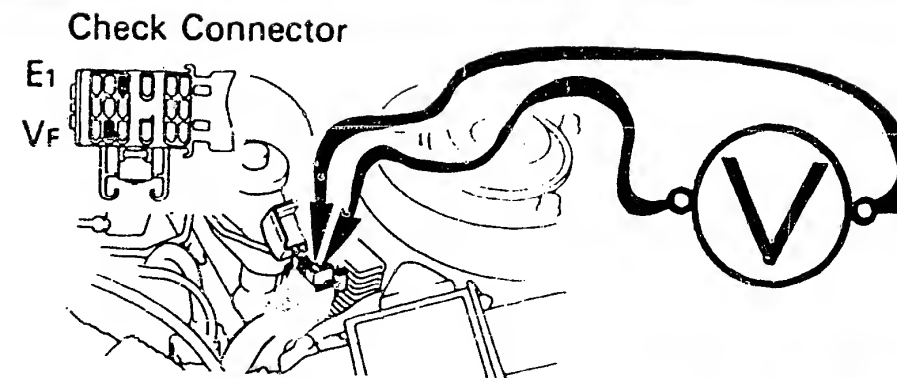

Bild 44
g) Die Funktion der **Lambdasonde** lässt sich mit einem Voltmeter, das an den Prüfanschluss angeschlossen wird, kontrollieren (Bild 44). Eine Fehlfunktion ist anhand der Störungstabelle auf Seite 18 zu ermitteln.